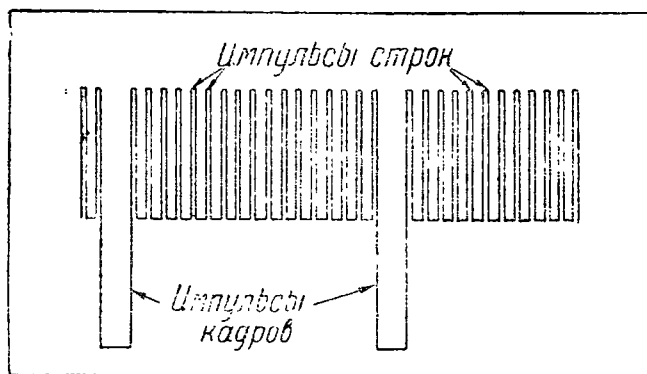

Рис. 8
2) Канал синхронизации. Схема разверток АТП-1 несколько своеобразна. Для облегчения разделения частот строк и кадров импульсы синхронизации подаются к абонентам не в таком виде, как они получаются с телевизионного центра, а в противофазе (рис. 8).